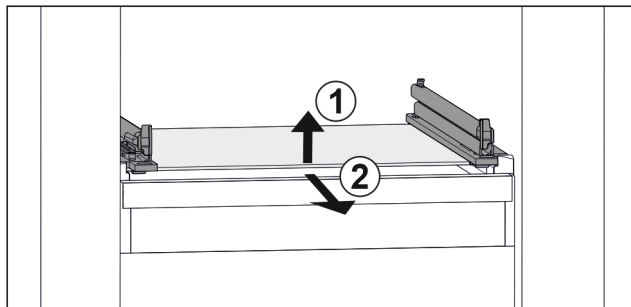

Fig. 66 Vejledende visning af glaspladen
- ▶ Løft glaspladen foran. Fig. 66 (1)
- ▶ Tag glaspladen ud fremefter. Fig. 66 (2)